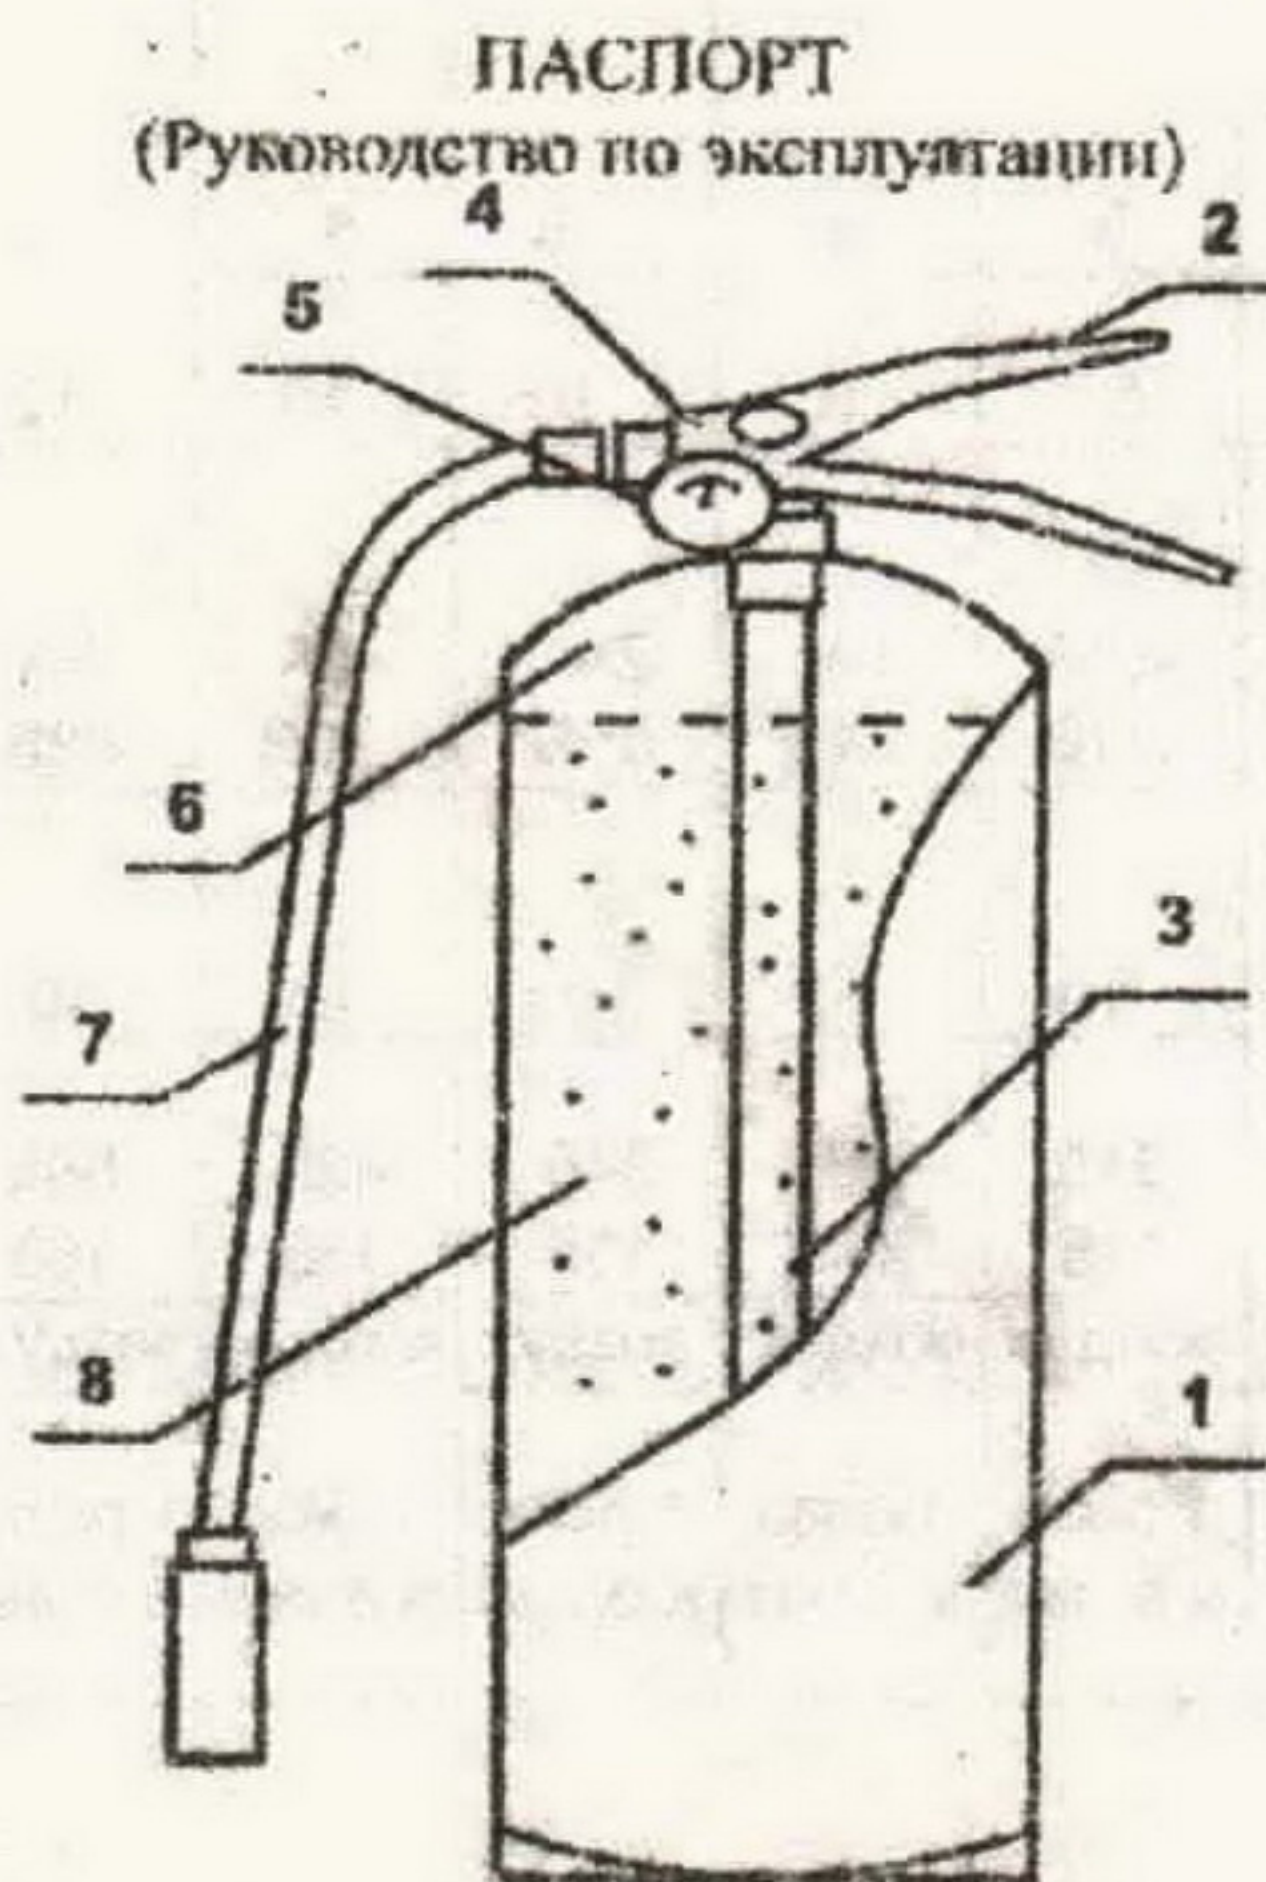

Рис. 1
4.1. Огнетушитель (рис. 1) состоит из корпуса 1, наполненного огнетушащим порошком 8. На горловине закреплено запорно-пусковое устройство 2 с индикатором давления 5. ЗПУ оснащено ручкой для переноски огнетушителя и ручкой для управления подачей порошка.